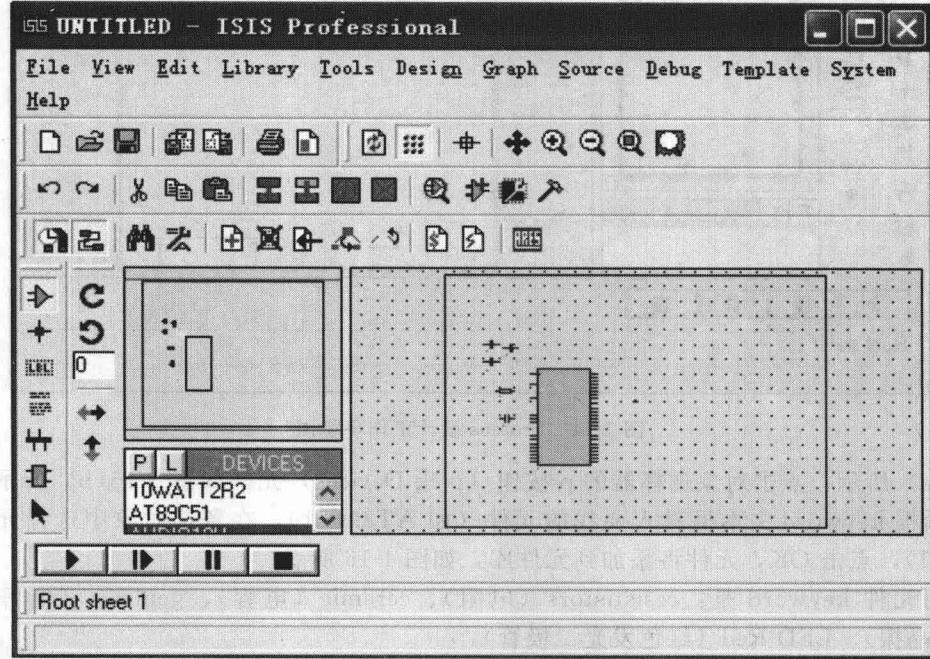

图 1-17 放置仿真元件图
② 放置元件。在元件库中, 选择待放置的元件 (如 AT89C51), 点击原理图编辑窗口放置元件, 如图 1-17 所示。